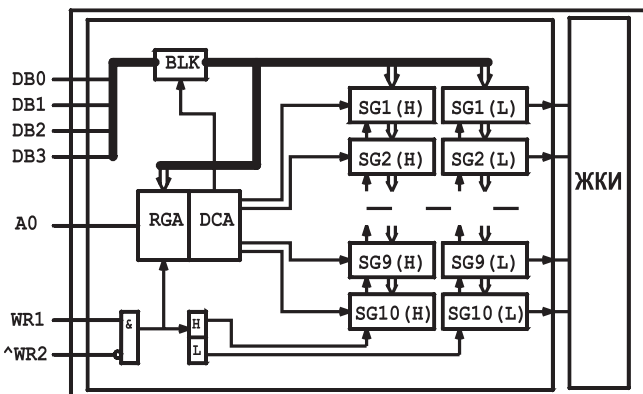

Рис. 5
Жидкокристаллический модуль MT-10T7-7 является самым простым из выпускаемых компанией МЭЛТ ЖКИ. Этот модуль стал наиболее популярным при разработке простых конструкций в связи с невысокой ценой и очень удобным интерфейсом. Он собран на односторонней печатной плате с одним управляющим кристаллом. Все элементы модуля расположены между платой и стеклом, что позволило обеспечить наивысшее качество и надежность (рис. 3). Модуль может отображать десять знакомест, каждое знакоместо представляет собой восемь сегментов, расположенных в виде восьмерки с точкой (рис. 4). Любой сегмент любого знакоместа можно включать и выключать независимо от других сегментов, что позволяет обеспечить достаточно информативную индикацию в недорогих конструкциях. Структурная схема модуля MT-10T7-7 приведена на рис. 5. Память модуля состоит из десяти регистров, соответствующих каждому из десяти знакомест. Каждый регистр поделен на две тетрады, старшую (H) и младшую (L). Старшая тетрада соответствует сегментам h, b, c и f, младшая — g, e, d и a (рис. 4). Запись высокого уровня вызывает высвечивание соответствующего сегмента, запись низкого уровня — его погасание.